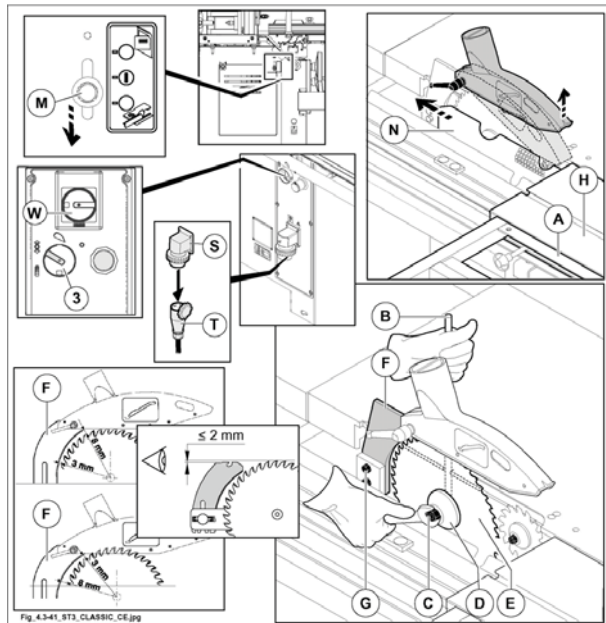

Fig. 4.3-41
- 8) Regolare la posizione in altezza del coltello divisore (F fig. 4.3-41) allentando il dado (G fig. 4.3-41).
per motivi di sicurezza è obbligatorio richiudere la protezione (N fig. 4.3-41), altrimenti: